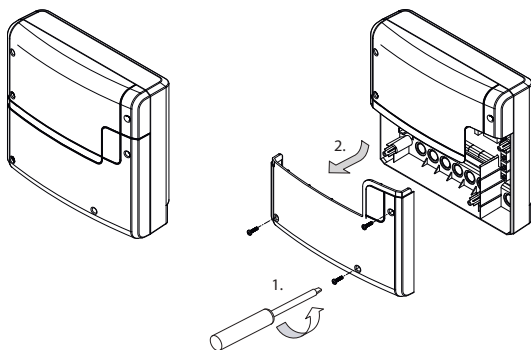

Рис. 1
1. Снимите нижнюю крышку силового блока. Для этого полностью выкрутите 3 винта и потяните нижнюю крышку корпуса немного вниз и затем вперед (Рис. 1).